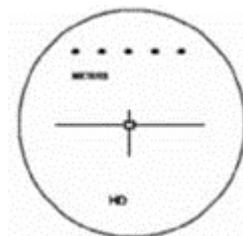

Figure 3: Affichage de l'écran en mode de prise de mesure.
- Placez-vous sur la prise de mesure de l'appareil et faites apparaître «HD» sur votre écran à l'aide des boutons  et  (vous devriez alors voir s'afficher la représentation de la figure 3).